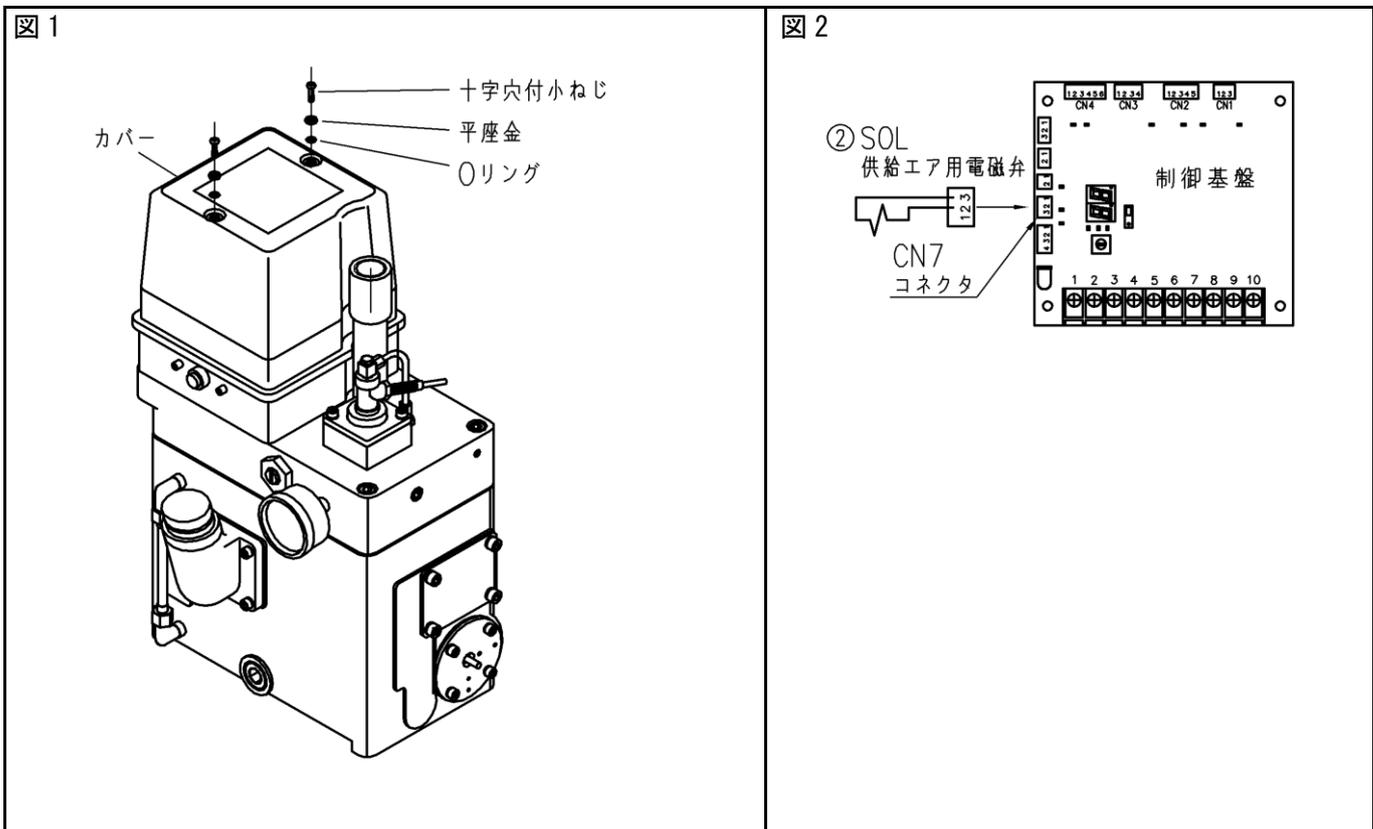

図 3
3. 正面の 2 本の六角穴付き止めねじを制御基板ブラケットが外れるまで 10 回転程ゆるめます。(図 3)
4. 制御基板ブラケットを左にずらし、上に持ち上げて取り外します。(図 3)
6. 制御基板ブラケットをスペーサに差し込み、右にずらします。(図 3)
7. 正面の 2 本の六角穴付き止めねじを 10 回転程ねじ込み、制御基板ブラケットが外れないことを確認します。(図 3)